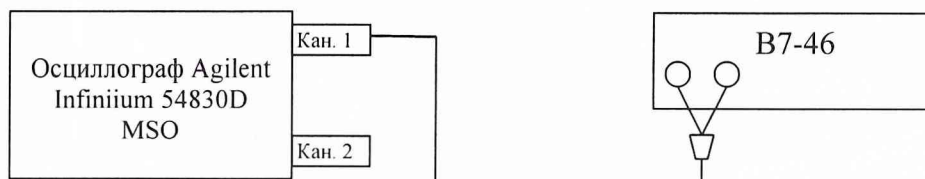

Рис. 6.
6.3.5.1 Определение сопротивления входов каналов осциллографа, а также входа внешней синхронизации провести с помощью вольтметра В7-46. Собрать измерительную схему в соответствии с рис. 6.